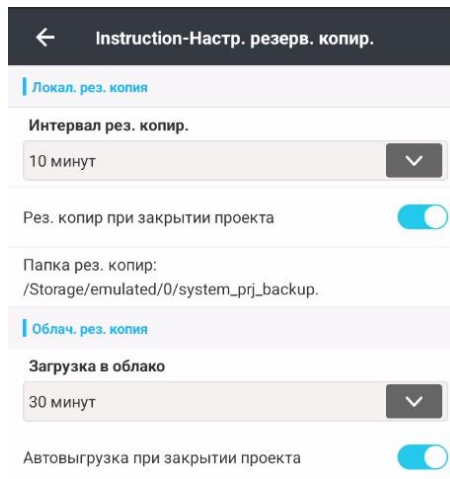

Рисунок 2.3.6
3. В появившемся меню настройте его параметры (Рисунок 2.3.6).